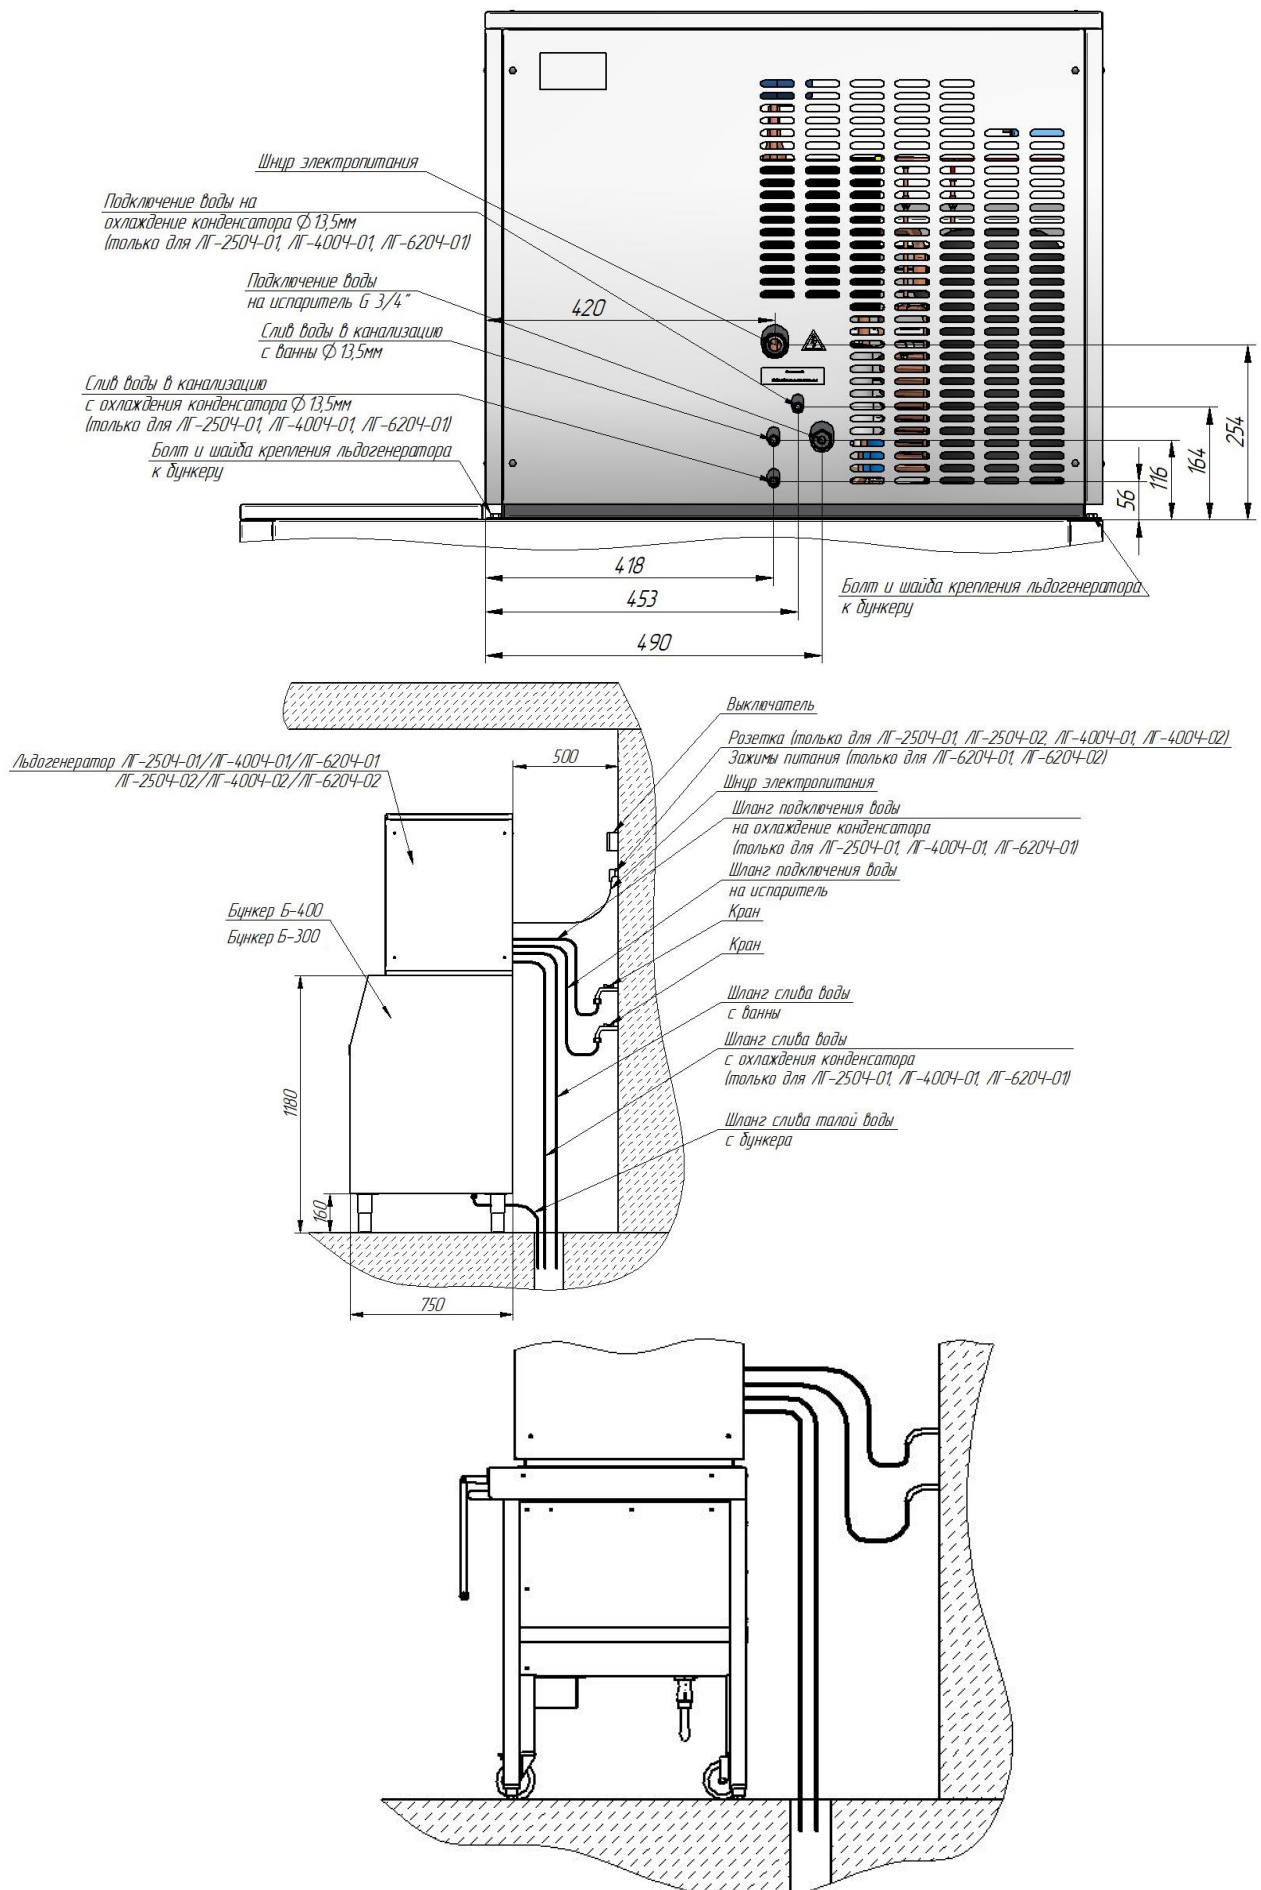

Рис. 5 Схема подключения льдогенератора
- установить льдогенератор на накопитель льда. Для льдогенераторов ЛГ-250Ч-01, ЛГ-250Ч-02, ЛГ-400Ч-01, ЛГ-400Ч-02 и ЛГ-620Ч-01, ЛГ-620Ч-02 использовать бункер-накопитель Б-300 или бункер-накопитель Б-400 или бункер-накопитель БН-2-100. Льдогенератор должен фиксироваться на бункере-накопителе двумя болтами с предварительно установленными шайбами из комплекта поставки моментом затяжки $26 \pm 1,5$ Н·м ($2,7 \pm 0,15$ кгс·м). Схема монтажа показана на рис. 5. Положение льдогенератора должно быть горизонтальным, в случае необходимости отрегулируйте высоту и устойчивое положение изделия с помощью регулируемых ножек бункеров;
- подключить изделие к системе водоснабжения. Льдогенератор подключается к системе водоснабжения через штуцер с резьбой G 3/4" для подачи воды на испаритель и через штуцер под шланг с внутренним диаметром 12 мм для подачи воды на охлаждение конденсатора (для ЛГ-250Ч-01, ЛГ-400Ч-01, ЛГ-620Ч-01) (рис. 5). Для дополнительной фиксации шланг крепить к штуцеру хомутом. Подсоединение шлангов подачи воды должно проводиться через краны для экстренного прекращения подачи воды на охлаждение конденсатора и испаритель в случае необходимости.
- подключить изделие к системе канализации через штуцер слива воды с ванны и штуцер охлаждения конденсатора под шланг с внутренним диаметром 12мм (для ЛГ-250Ч-01, ЛГ-400Ч-01, ЛГ-620Ч-01) и штуцер для слива талой воды с бункера (для бункера Б-300 или Б-400) (рис. 5). Убедиться, что сливные шланги находятся ниже, чем выходы на задней панели льдогенератора и основания бункера, чтобы вода могла стекать.
ВНИМАНИЕ! Необходимо организовать разрыв струи, обеспечив воздушный промежуток не менее 20 мм между концом сливного шланга и краем принимающей трубы (см. рис. 5).